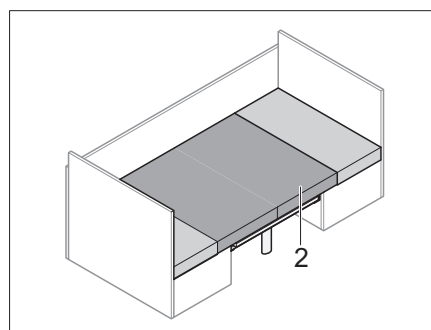

Fig. 60 Cuscino aggiuntivo inserito
- Inserire il cuscino aggiuntivo in dotazione (Fig. 60,2).